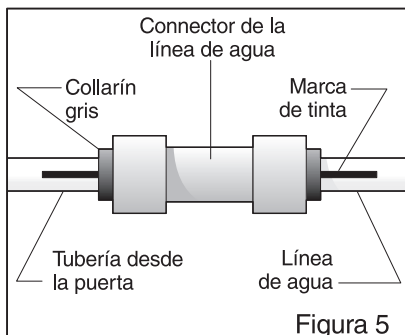

Figura 5
3. **IMPORTANTE:** Para reinstalar el conector de la línea de agua, presione el tubo de la puerta firmemente en el conector hasta que éste toque la marca negra en el tubo y se detenga (Figura 5). Este paso es crítico para asegurar que la línea de agua no tenga fugas.